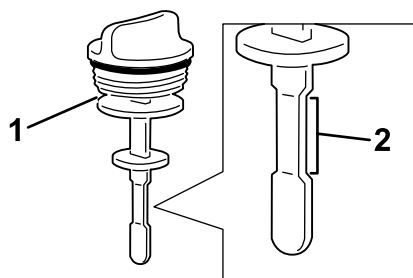

Figure 108
- Ressortez la jauge et vérifiez le niveau de liquide (Figure 108).